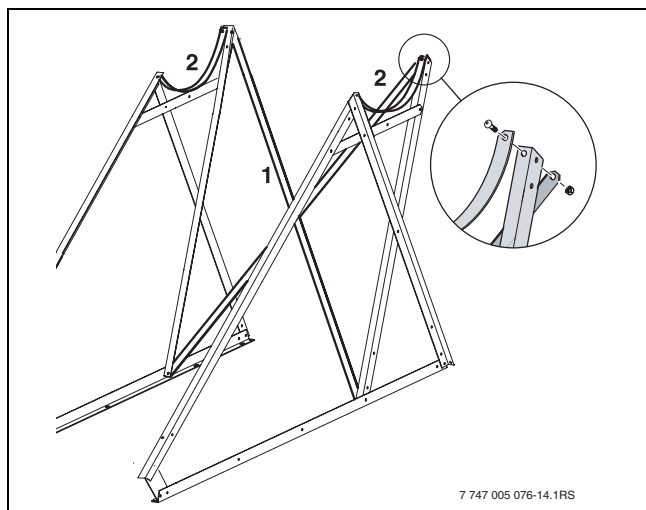

Bild 14 Windstrebe montieren
- Windstreben mittig zu einem Kreuz (Bild 14, [1]) zusammenschrauben und die beiden seitlichen Dreiecke damit verbinden. Dabei auch die Speicherbänder (Bild 14, [2]) montieren. Der abgeflachte Schraubenkopf muss in Richtung des später zu montierenden Warmwasserspeichers zeigen.